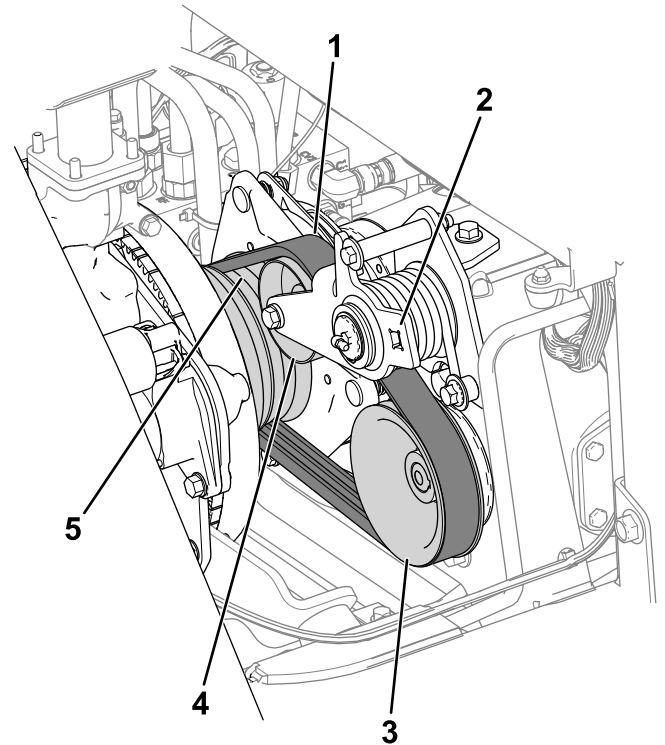

図 75
3. もう一人がベルトを、エンジンプーリ、アイドルプーリ、ポンププーリに取り付ける 図 75。